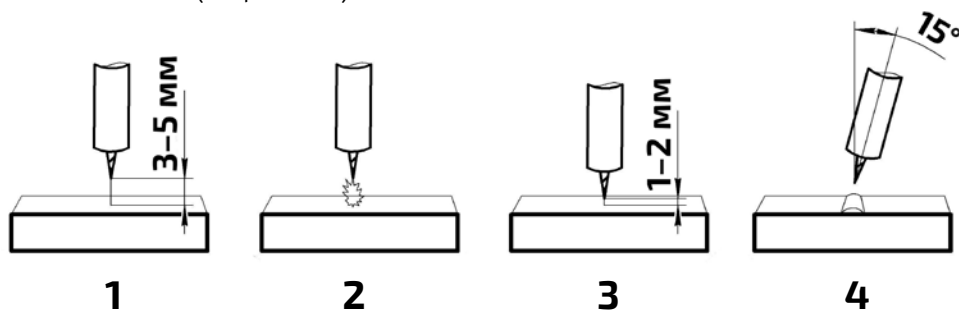

Рис.7.1.1. Высокочастотный поджиг дуги.
Высокочастотный поджиг (HF) позволяет зажечь TIG дугу без касания к изделию. Основное преимущество в том, что при зажигании дуги в основном металле не остается вольфрамовых включений (см. рис. 7.1.1).